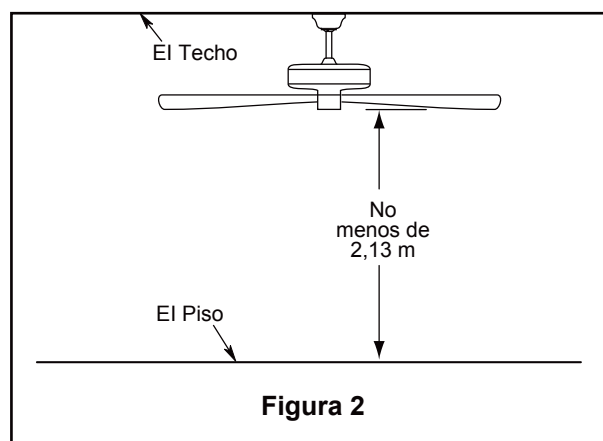

Figura 2
2. Retire el clip de horquilla y pasador de horquilla de la parte inferior de la bola para colgar. Retener el pasador y clip para la reinstalación en el paso 4. (Figura 2)
Debe colgar el ventilador a una distancia mínima de 2,13 m desde las aspas hasta el piso. (Figura 2)